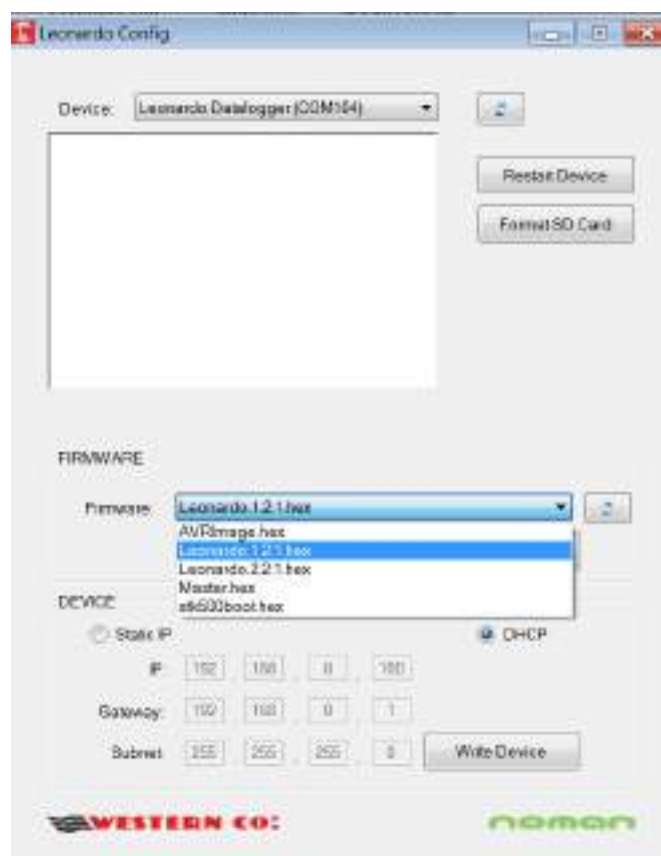

Fig.14 Software Leonardo Config
È disponibile un software di configurazione ed aggiornamento denominato **LEONARDO CONFIG** (Fig.14). Tale software permette di:
- eseguire il file "LeonardoConfig.exe" (Fig.14).